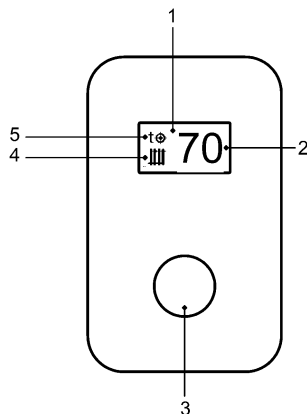

Рисунок 2. Блок управления
Основные элементы блока управления показаны на рис.2.
8.2 После включения котла в сеть в течении 5 минут выполняется деаэрация (удаления избытков воздуха) при отсутствии нагрева. При нажатии на ручку регулировки (рис.2, поз.3) деаэрация завершается.